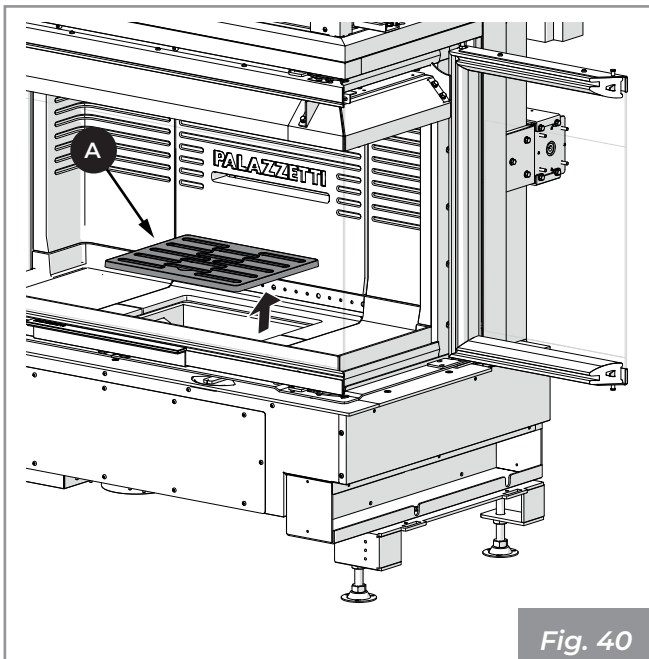

Fig. 40
- 1) S'assurer que la grille (A) (Fig. 40) soit libre de tout résidu de combustion pouvant obstruer le passage de l'air. La retirer et effectuer le nettoyage du foyer en utilisant une balayette (non fourni) en faisant convoyer les résidus de la combustion dans le tiroir des cendres. Faire attention aux braises qui brûlent.